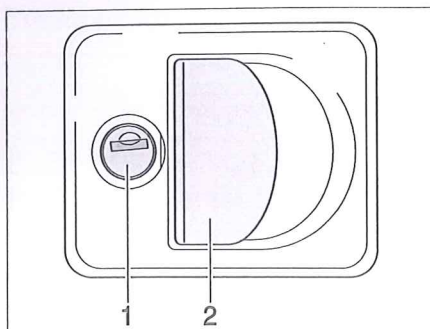

Bild 26 Lucklås med greppkåpa
- Stick in nyckeln i låscylindern (Bild 26,1) och vrid ett kvarts varv. Lucklåset är upplåst.
- Drag i låshandtaget (Bild 26,2). Den utvändiga luckan är öppen.